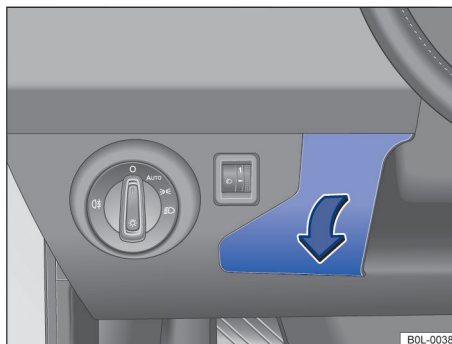

Рисунок 122. Приборная панель со стороны водителя: крышка блока предохранителей
- Возьмитесь за накладку →Рисунок 122, и потяните наружу в направлении, указанном стрелкой.